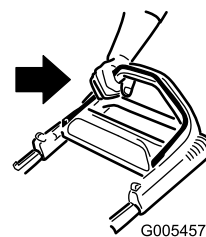

Figura 12
1. Sujete la barra de control de la cuchilla contra el manillar (Figura 12).